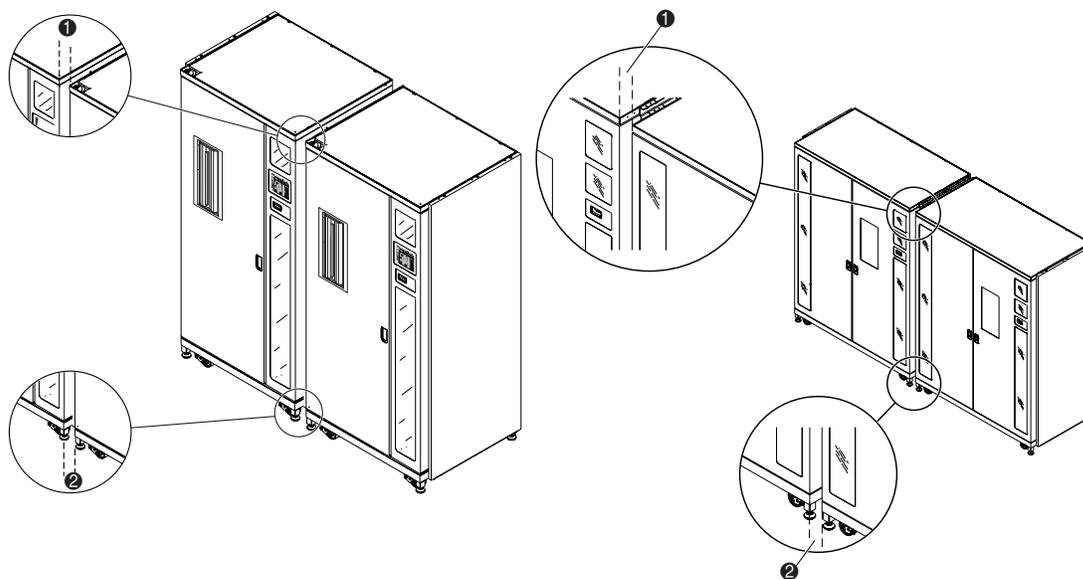

Abbildung 2-13. Abstand zwischen den Libraries
1. Messen Sie den Abstand zwischen den Libraries an der Oberseite **1** und der Unterseite **2** der Schränke aus (siehe Abbildung 2-13).